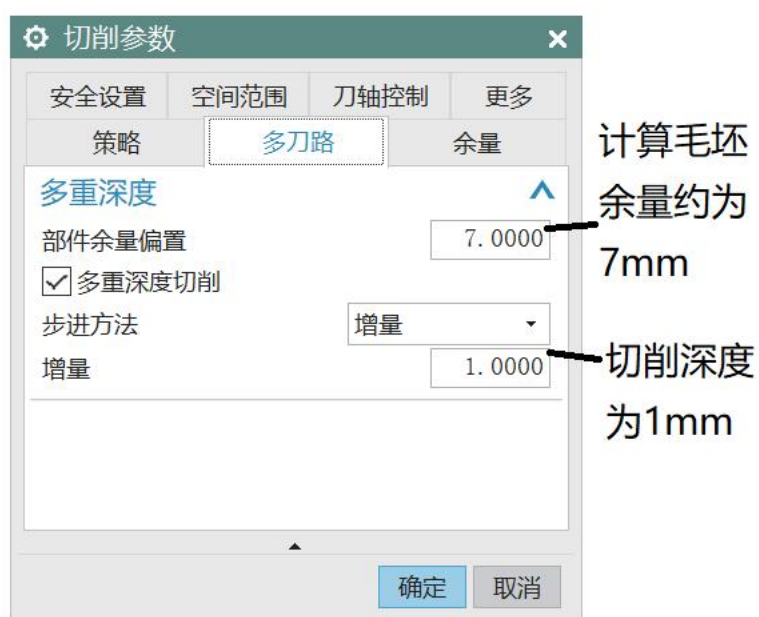

图 7-10 多刀路设置
③、切削参数设置，如图 7-10 所示，设置好毛坯余量和切削深度。